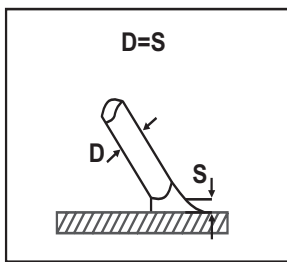
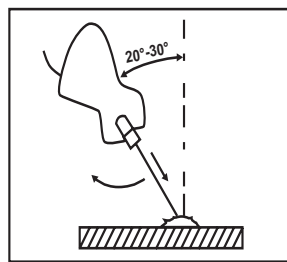

рис.3
рис.4
6.6 Как только произойдет зажигание дуги, электрод нужно держать на таком расстоянии S (см. рис.3) от обрабатываемого материала, которое соответствует диаметру электрода D (см. рис.32). Для получения равномерного шва далее необходимо соблюдать эту дистанцию по возможности постоянной. Также необходимо помнить, что наклон оси электрода должен быть примерно 20-30 градусов. (см. рис.4).